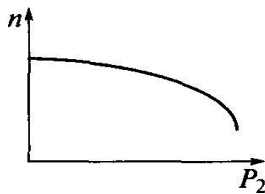

Рис. 1
5. Какая характеристика двигателя постоянного тока изображена на рис. 1?